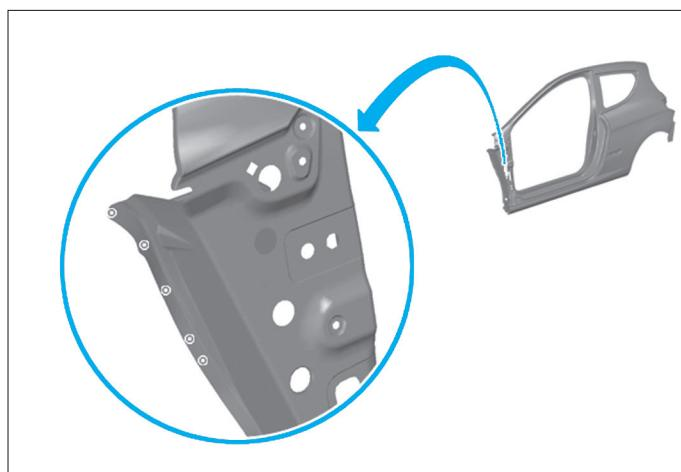
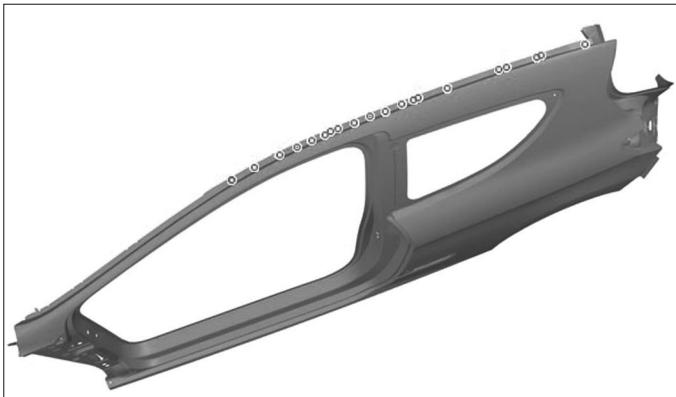

FIG. 41
FIG. 42
- Percer la pièce neuve de trous Ø 6,5 mm (1) pour le soudage par points bouchons (Fig.41) et (Fig.42).